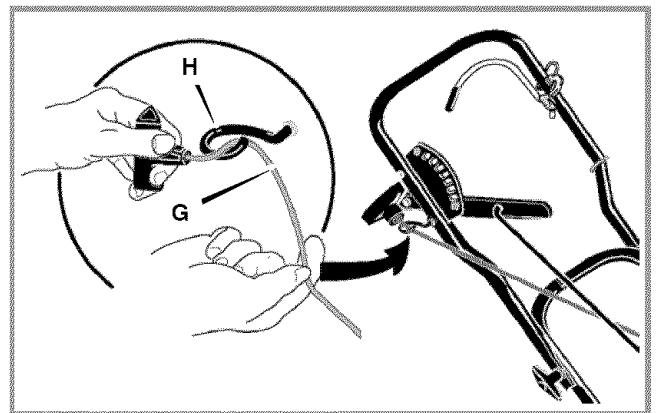

Figura 5: Cuerda de arranque
- 8 Gire la cuerda de arranque (G) a través de la guía de cuerda (H). Ver Figura 5.